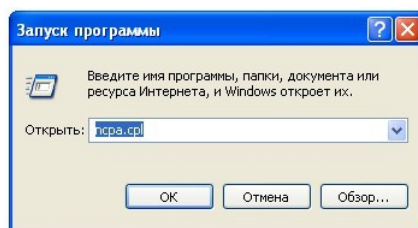

Рисунок 4.2 – Диалог «Запуск программы»
- 2) в появившемся диалоге «Запуск программы» набрать «*ncpa.cpl*» (рисунок 4.2), нажать «ОК»;